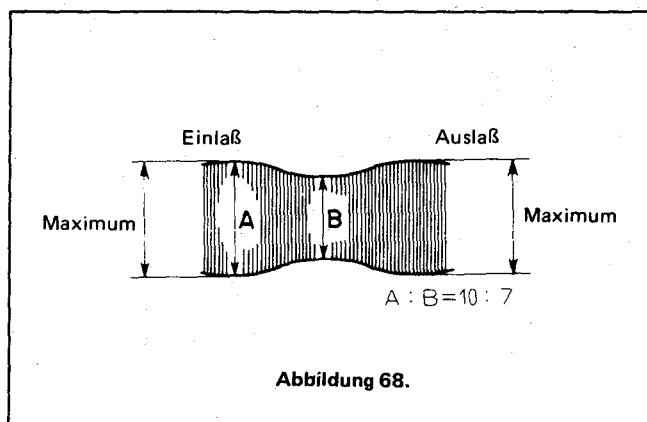

Abbildung 68.
• Feineinstellung (2)
2. Durch Drehen des Spursuch-Knopfes prüfen, daß das Verhältnis von A zu B (von Abb. 68) mindestens 10 : 7 ist.